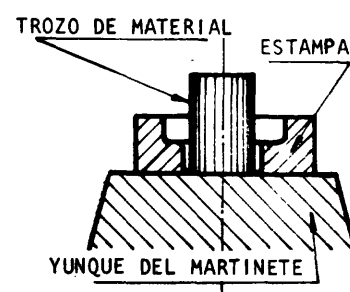

Fig. 1
- ___ b Coloque el material en la estampa (fig. 1).